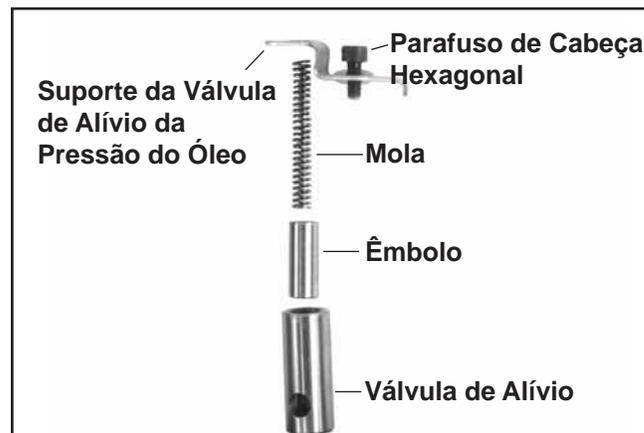

Figura 11-14. Instalar o Corpo da Válvula de Alívio da Pressão, o Êmbolo e a Mola.
2. Insira o êmbolo e a mola no corpo. Consulte a Figura 11-14.